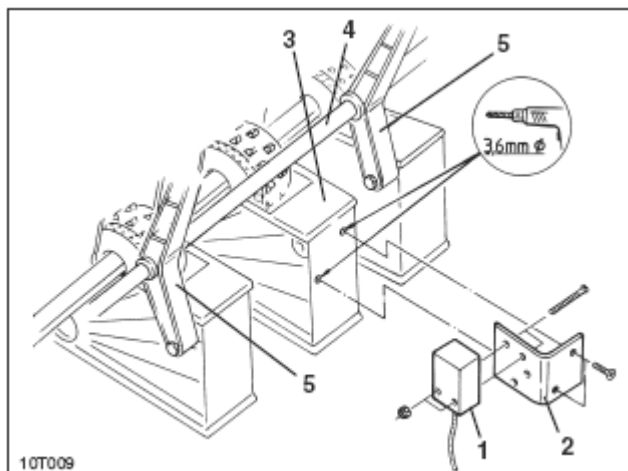

Рис. 10.3
- ☐ Прикрутите датчик (рис. 10.3/1) к держателю (рис. 10.3/2).
- ☐ В коробке высевной коробки (рис. 10.3/3) просверлите два отверстия (\varnothing 3,6 мм) с помощью прилагаемой дрели. Выберите высевную коробку, расположенную между двумя опорами (рис. 10.3/5) промежуточного вала (рис. 10.3/4).
- ☐ Прикрутите держатель датчика (рис. 10.3/2) к коробке высевающего аппарата.